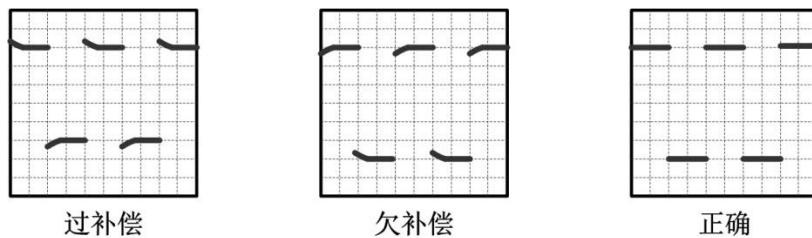

图 3.3 探头补偿信号
【Auto Setup】一键捕获波形，此时屏幕上可能会出现图 3.3 所示三种波形其中一种，探头补偿端约 3 Vpp 方波，频率为 1kHz。当观察波形时，如果出现上图所示的过补偿或欠补偿现象的波形，请进行探头的低频补偿调节。
为何会出现如图 3.3 示的过补偿和欠补偿现象。原因是没有对探头进行低频补偿调节，使用任一无源探头与示波记录仪首次相连均须进行低频补偿，以便与示波记录仪通道的输入特性匹配，否则可能导致显著的测量误差。以标配的无源安全探头为例说明低频补偿步骤。
- 2) 波形在屏幕上显示 2~3 个信号周期且信号所占垂直刻度为 2 至 6 格。可以在示波记录仪的屏幕上看到如图 3.3 所示三种波形其中的一种，若出现过补偿和欠补偿现象则需要进行探头的低频补偿调节。